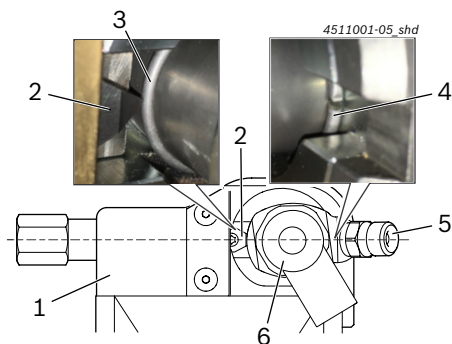

Fig. 5: Højtrykstilslutning (pos. 5) overfor vendeskærepladen (pos. 2)
- Skub CRI som i Fig. 5 i demonteringsværktøjet indtil anslag og hold den i denne position.
- ⇒ Sprængringen (Fig. 5 , pos. 3) positioneres nøjagtig på højde med vendeskærepladen (Fig. 5 , pos. 2).